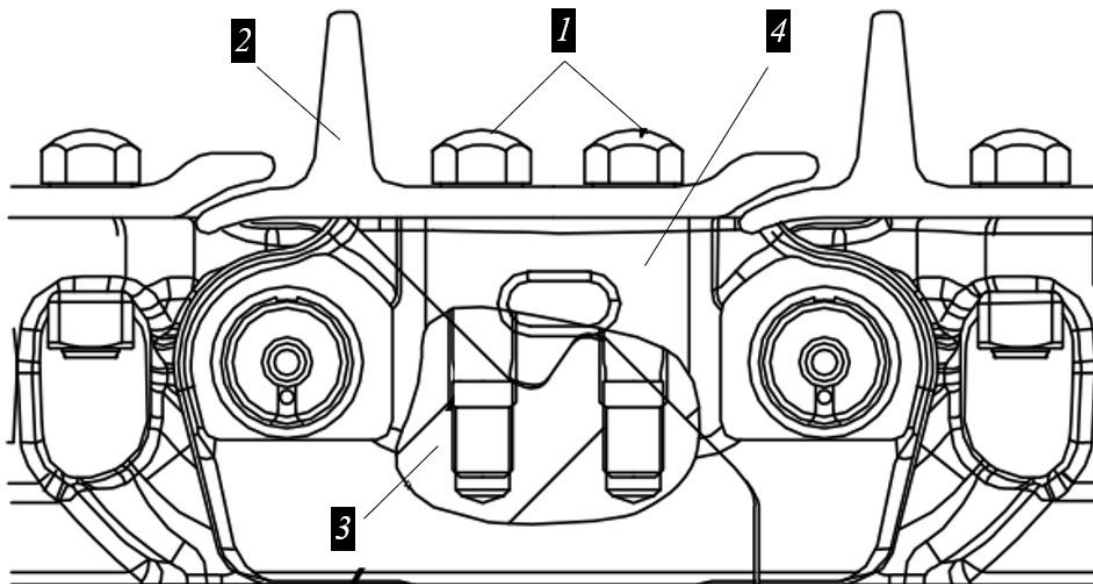

Рисунок 3.131. Процесс разъединения замыкающих полузвеньев цепи
- ▶ Снять башмак гусеницы 2, разъединить замыкающие полузвенья 3 и 4, рис. 3.131.
- Установить башмак 2, наживить крепежные болты 1, рис. 3.131.